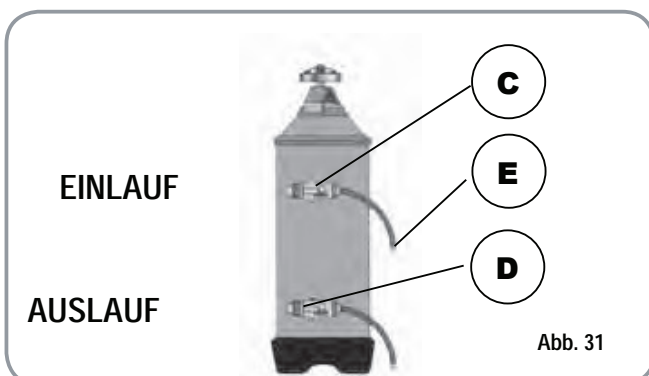

Abb. 31
1) Maschine ausschalten und einen Behälter mit einem Fassungsvermögen von mindestens 5 Litern unter das Rohr E stellen (Abb. 31).